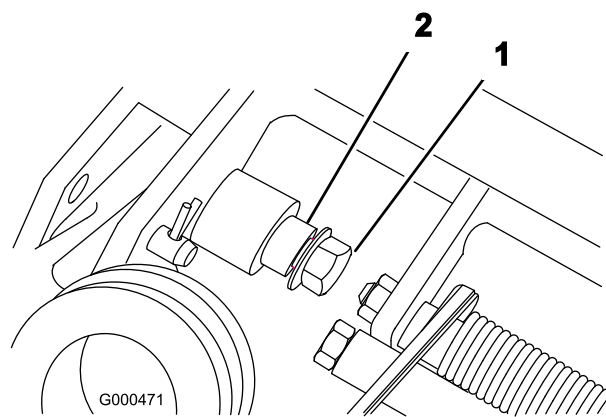

Figure 4
1. Retirez le contre-écrou à embase du boulon et de l'axe de pivot de chaque côté de la machine (Figure 4).